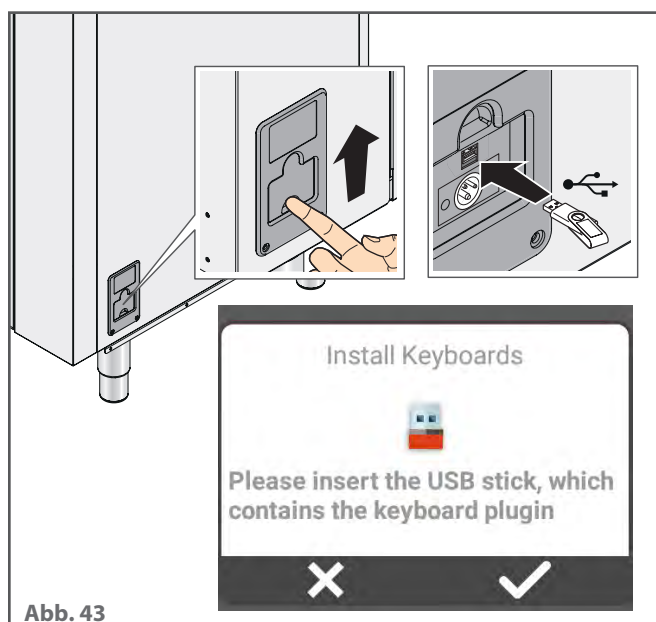

Abb. 43
- 2 ▶ **Abb. 43** wird eine Meldung angezeigt, in der Sie aufgefordert werden, den USB-Stick mit der darauf gespeicherten Tastaturaktualisierungsdatei in den Anschluss an der Seite zu stecken;